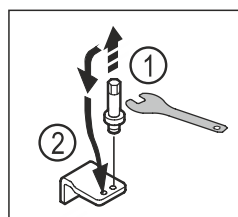

Fig. 17
- Отвийте болта на долната лагерна стойка с външен шесткантов ключ SW5. Fig. 17 (1)
- Поставете болта от другата страна. Fig. 17 (2)